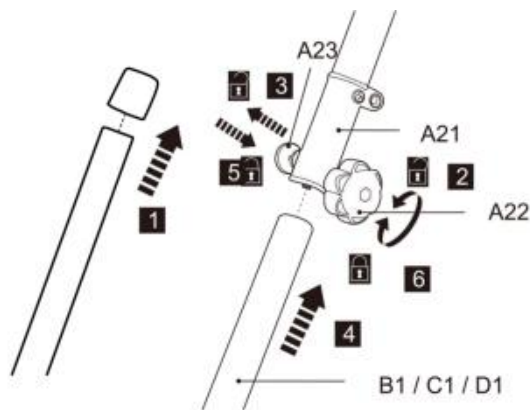

Fig. 3
27. Retirez le capuchon de protection pré-fixé du pôle inférieur (B1/C1/D1) (Fig.3 , étape 1).
28. Desserrez le bouton de verrouillage (A 22) , mais ne le retirez pas complètement (Fig.3 , étape 2).
29. Alignez et insérez le pôle inférieur (B 1/C 1/D 1) dans le manchon de verrouillage (A 21) , tout en tirant sur le ressort boulon (A 23) (Fig.3 , étapes 3 et 4) .
30. Tournez légèrement le poteau inférieur pour aligner le trou avec le ressort boulon (A23) . Relâchez le ressort boulonnez ensuite pour fixer le poteau inférieur en position. Assurez-vous que le ressort le boulon s'enclenche dans le trou (Fig.3 , étape 5).
6. Serrez le bouton de verrouillage (A 22) pour sécuriser la connexion (Fig.3 , étape 6).